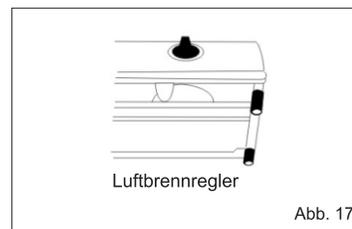

Abb. 17
- nachdem der Brenner angeschaltet ist, drehen Sie energetisch den Regulatorknopfen, bis eine blaue Flamme erschaint.(Abb. 17,18,19)